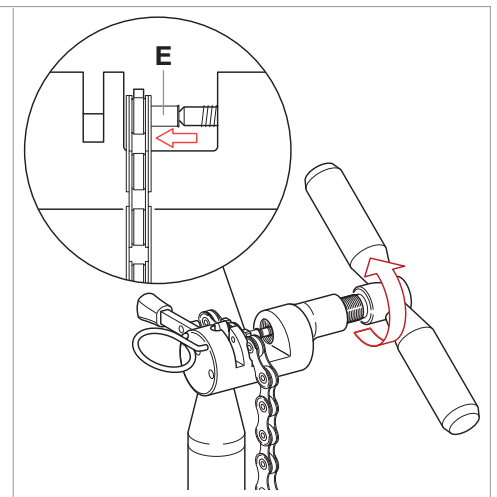

Abb.12
- Schrauben Sie das Werkzeug (Abb. 12) unter gleichmäßigem Kraftaufwand ein, bis die Hülse 5-CN-SR700 (E) die gesamte Kettenbreite ausfüllt.